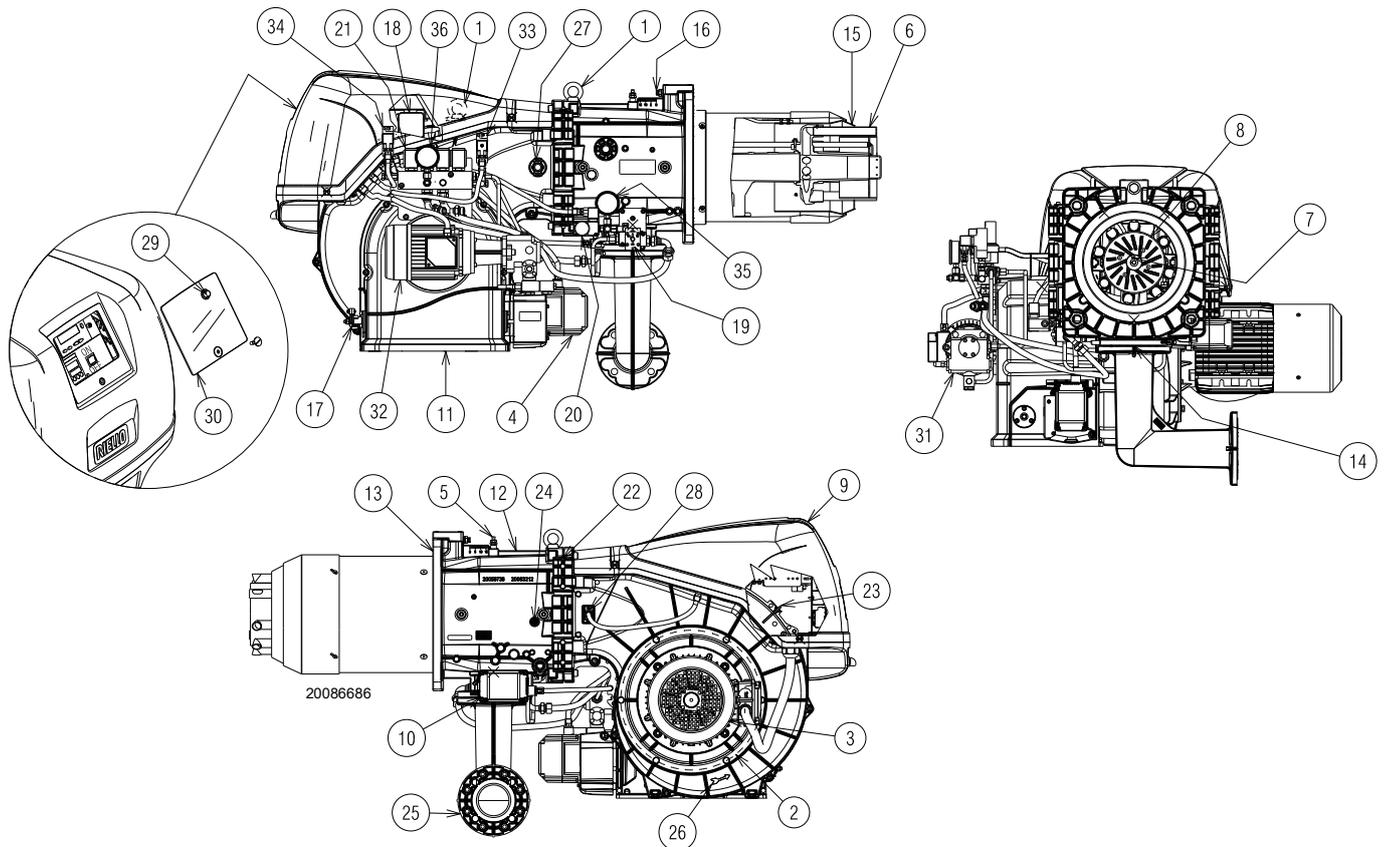

Fig. 4
- (1) Condizioni di riferimento: Temperatura ambiente 20°C - Temperatura gas 15°C - Pressione barometrica 1013 mbar - Altitudine 0 m s.l.m.
(2) Pressione alla presa del pressostato 5)(Fig. 4 a pag. 13) con pressione zero in camera di combustione ed alla potenza massima del bruciatore.
(3) Pressione sonora misurata nel laboratorio combustione del costruttore, con bruciatore funzionante su caldaia di prova, alla potenza massima. La Potenza sonora è misurata col metodo "Free Field", previsto dalla Norma EN 15036, e secondo una accuratezza di misura "Accuracy: Category 3", come descritto dalla Norma EN ISO 3746".